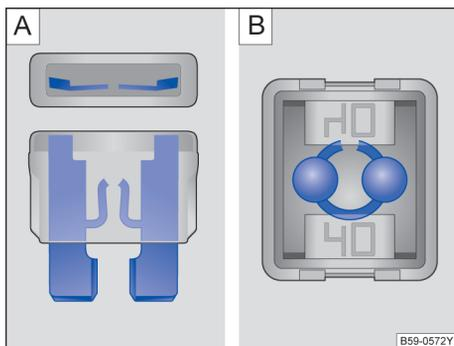

图 200 烧断的保险丝：A 扁平插入式保险丝，B 方块型保险丝
- 烧断的扁平插入式保险丝 (ATO®、MINI®) 可从上面和侧面透过透明外壳通过熔断的金属条来识别 → 图 200 A。
- 对于烧断的方块型保险丝 (JCASE®)，烧断的金属条可从上面透过透明的外壳来识别 → 图 200 B。